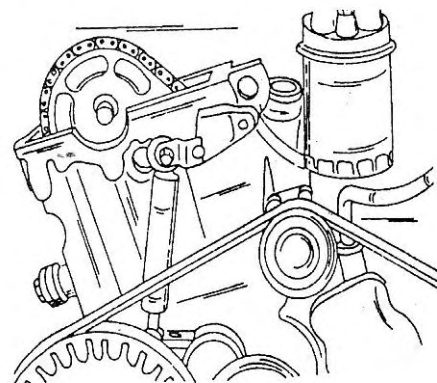

Рис. 18. Отвернуть амортизатор устройства натяжения ремня только от головки цилиндров.
- Снять так называемый плоский ремень в передней части двигателя. Для этого ослабить фланцевую гайку и вставить в рычаг натяжителя стержень (диаметром 12 мм и длиной 180 мм), как показано на рисунке 17), и отжать чатяжное устройство влево. Ослабить затяжку болта так, чтобы его можно было вытащить, и дать стержню отойти в другую сторону (медленно снижая усилие на стержень) до тех пор, пока не станет возможным сдвинуть пружину растяжения в направлении к впускному коллектору и снять ее. Отвернуть болт амортизатора привода на головке цилиндров (см. рисунок 18) и снять крепление.